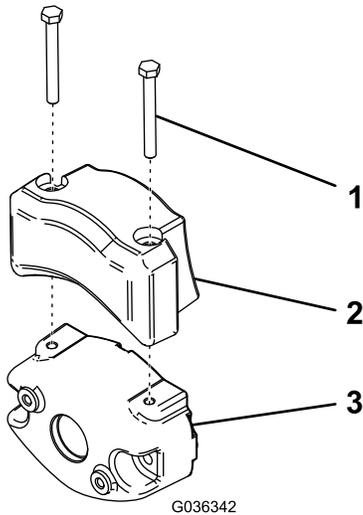

Figure 54
- Fixez le contrepoids électriques au contrepoids existant à l'aide de 2 vis, comme montré à la Figure 54.